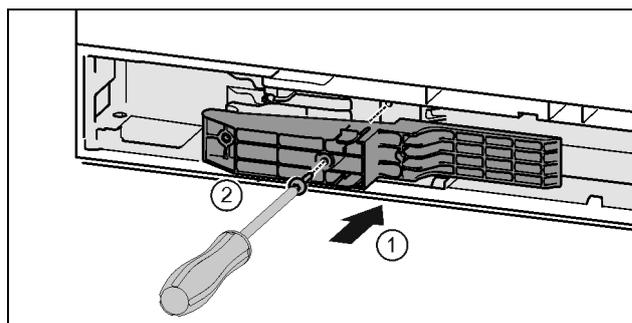

Fig. 45 *
- ▶ Inserte la pieza adaptadora por el lado del tirador en la escotadura. Fig. 45 (1)*
- ▶ Apriete el tornillo con el destornillador T15. Fig. 45 (2)*